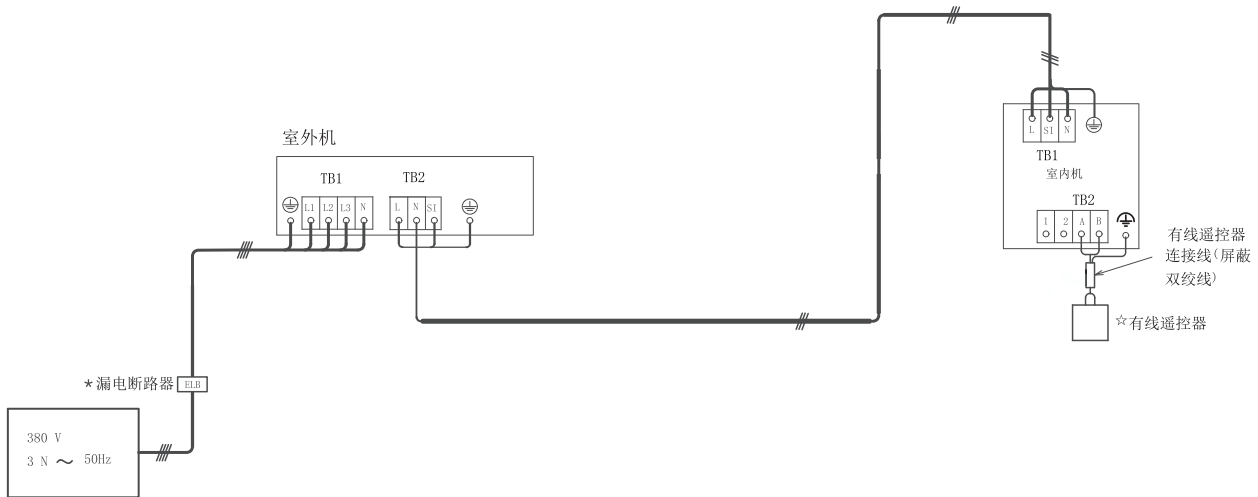

图6.1 120~160机型室内外机接线示意图
- (1) 打开电控箱盖；
- (2) 穿过电控箱接线孔和固线夹，连接信号接收器到内机电控箱端子上；
- (3) 连接室内外机的强电连接线，穿过电控箱穿线孔和固线夹，连接室内外连接线到电控内相应端子上，保证室内外端子标号一一对应，参照外机接线图6.1。室内机外机连接线规格见表6.1。
- (4) 用固线夹紧固电控箱内的电线；
(5) 连接完电线后，用密封材料封上电线接口，以防冷凝水及昆虫进入
- (1) 连接电源线到室内机和室外机电器箱内的端子排上。并且连接地线到室外机的电器箱内。另外，在连接地线到室内机电器箱的接地螺栓上时，参照图6.1。
- (2) 禁止在维修盖前面的紧固螺钉上接线。
- (3) 连接室内机和室外机之间的配线，检查确保每个端子排上端子压接线的拉力。
- (4) 从电源接线中分离开室外机和室内机之间的控制线，保持距离大约在5到6厘米以上，并且控制线不能与电源线并行。现场连接的电线及电源线最小线径见表6.1。
- (5) 每个系统单独安装主开关和ELB，并选择反应时间在0.1秒之内的高灵敏度ELB。推荐的容量见表6.2。